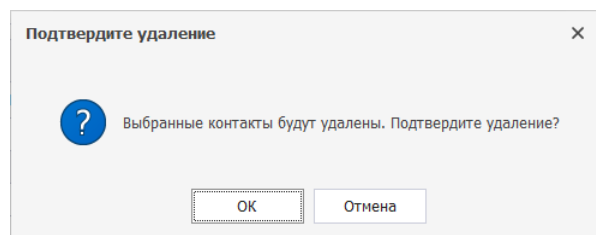

Рис. 249 Окно «Подтвердите удаление»
- В окне «Подтвердите удаление» нажать «ОК» для завершения операции удаления или нажать «Отмена» для отмены операции, см. Рис. 249.